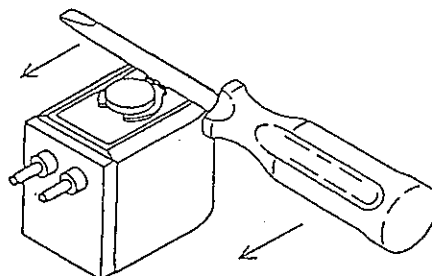

図15
- (1) 再組立は「5.1 分解手順」と逆の順序にて部品の組み忘れのないように組み立ててください。
クリップ⑭の組み付け方は図15を参照ください。
- (2) 六角ボルト⑥は対角ごとに均等に締め付けてください。